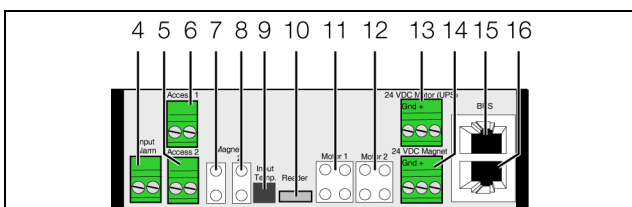

Abb. 9: Rückseite des Door Control Moduls
- Schließen Sie je nach Türtyp das zugehörige Magnet Door Kit der Fronttür (Abb. 9, Pos. 7) sowie der Rücktür (Abb. 9, Pos. 8) an.
- Schließen Sie am Anschluss für die Spannungsversorgung des Magnet Door Kit ein Netzteil (DK 7030.060) an (Abb. 9, Pos. 14). Nutzen Sie für dieses Netzteil die gleiche Spannungsversorgung wie für die zu schützenden Komponenten (z. B. Server).
- Stecken Sie den externen Temperaturfühler hinten am Anschluss des Door Control Moduls an (Abb. 9, Pos. 9) und führen Sie den Messfühler zur gewünschten Messstelle.
- Schließen Sie die Door Kit Extension für die Fronttür (Abb. 9, Pos. 11) und die Rücktür (Abb. 9, Pos. 12) an.
- Schließen Sie am Anschluss für die Spannungsversorungen der Door Kit Extension ein weiteres Netzteil (DK 7030.060) an (Abb. 9, Pos. 14).
- Schließen Sie ggf. am Alarmeingang (Abb. 9, Pos. 4) z. B. den Meldeausgang einer Brandmeldeanlage oder einer Gebäudeleittechnik an.
- Schließen Sie ggf. einen Door Taster oder einen Door Komfortgriff mit Öffnerfunktion zum manuellen Öffnen der Fronttür (Abb. 9, Pos. 6) sowie der Rücktür (Abb. 9, Pos. 5) an.
- Schließen Sie ggf. alternativ zu einem Door Taster oder einem Door Komfortgriff mit Öffnerfunktion für eine Zugangskontrolle ein entsprechendes CMC III-Lesegerät (Zahlencodeschloss oder Transponderleser) zum manuellen Öffnen der Türen an (Abb. 9, Pos. 10).
- Verbinden Sie das Door Control Modul über ein CAN-Bus-Verbindungskabel mit einer CAN-Bus-Schnittstelle der CMC III Processing Unit bzw. der benachbarten Komponente im CAN-Bus (Abb. 9, Pos. 15). Folgende CAN-Bus-Verbindungskabel aus dem CMC III Zubehörprogramm können verwendet werden: